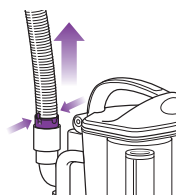

Fig. 28
- Détachez le tuyau extensible de l'arrière du chariot amovible en pressant ensemble les languettes et en tirant vers le haut. (Fig. 28) Raidissez le tuyau et regardez à l'intérieur pour voir s'il s'y trouve des obstructions.